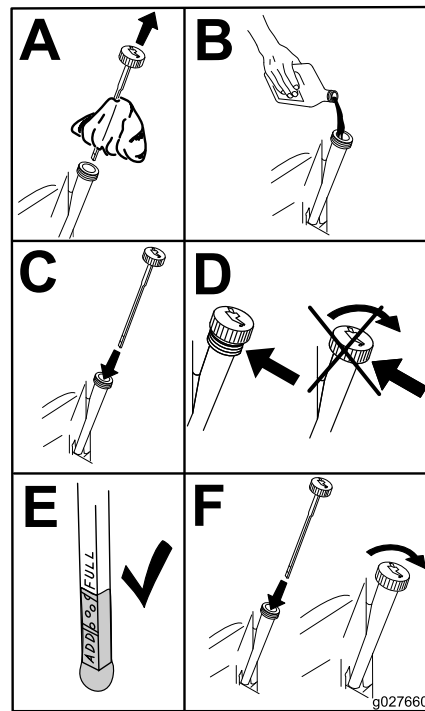

Figura 50
6. Vierta lentamente un 80% aproximadamente del aceite especificado por el tubo de llenado, luego añada lentamente el resto del aceite hasta que llegue a la marca de Lleno (Figura 50).